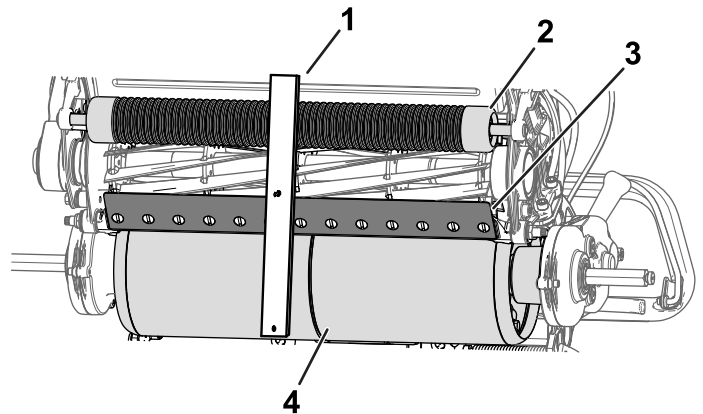

Figura 13
2. Prenda a cabeça do parafuso ao indicador da altura de corte no lado direito da extremidade cortante da lâmina de corte e apoie a extremidade traseira da barra no tambor de tração (Figura 13).